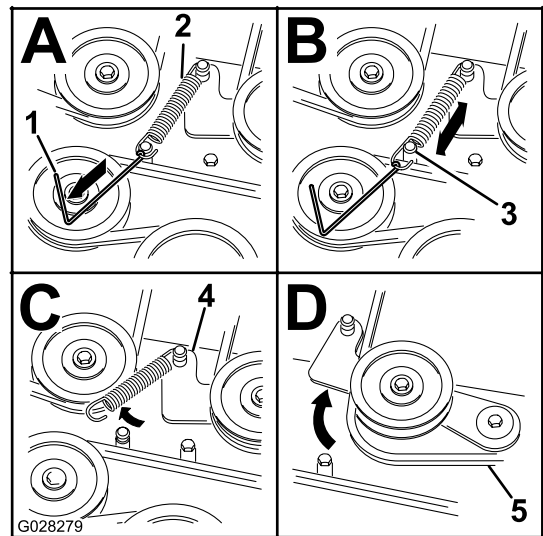

Figura 62
8. Remova a tensão da correia da polia intermédia de mola. Consulte Figura 62.
Nota: Utilize a ferramenta de remoção de molas (peça Toro n.º 92-5771) para remover a mola do poste da plataforma do cortador (Figura 62).